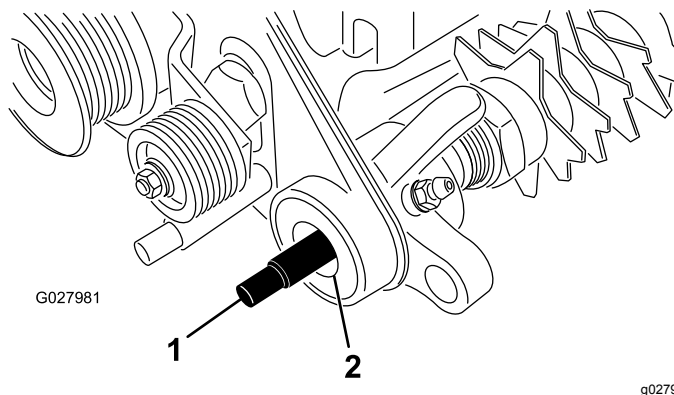

图 9
1. 为疏草轴端和驱动板和支撑板内的密封唇 图 9 涂抹一薄层润滑脂。确保正确安装所有的轴承、轴套和密封件。